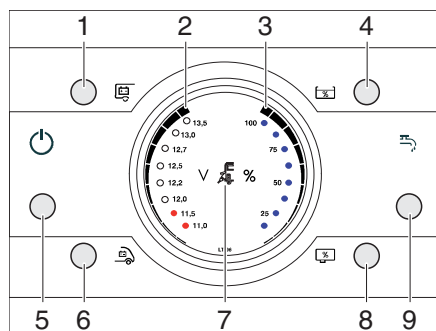

Fig. 227 Panneau de contrôle LT 96
Le voyant de contrôle 230 V (Fig. 227,7) s'allume si l'arrivée du bloc électrique est sous tension de réseau.
L'interrupteur principal 12 V (Fig. 227,1) établit ou coupe le panneau de contrôle et l'alimentation 12 V de la cellule.
*Mise en service :* ■ Appuyer brièvement sur la touche de l'interrupteur principal 12 V (Fig. 227,1). L'alimentation 12 V de la cellule est assurée. La DEL de contrôle s'allume.
*Mise hors service :* ■ Appuyer brièvement sur la touche de l'interrupteur principal 12 V (Fig. 227,1). L'alimentation 12 V de la cellule est coupée. La DEL de contrôle s'éteint.
Avec les touches de la batterie de cellule (Fig. 227,1) et de la batterie de démarrage (Fig. 227,6), on affiche l'état de charge des batteries.
- Appuyer sur la touche de la batterie de cellule (Fig. 227,1).
La charge de la batterie est affichée (Fig. 227,2).
- Appuyer sur la touche de la batterie de démarrage (Fig. 227,6).
Avec les touches de niveau de remplissage du réservoir d'eau (Fig. 227,4) et de niveau de remplissage du réservoir d'eaux usées (Fig. 227,8), on peut afficher la quantité d'eau et la quantité d'eaux usées.
- Appuyer sur la touche de niveau de remplissage du réservoir d'eau (Fig. 227,4). Le niveau de remplissage du réservoir d'eau est affiché (Fig. 227,3).
- Appuyer sur la touche de niveau de remplissage du réservoir d'eaux usées (Fig. 227,8). Le niveau de remplissage du réservoir d'eaux usées est affiché (Fig. 227,3).
Avec la touche de pompe à eau MARCHE / ARRET (Fig. 227,9), on peut activer et désactiver la pompe à eau. La mise en service proprement dite de la pompe à eau se fait à l'ouverture d'un robinet d'eau lorsque la pompe à eau est activée. Si la pompe à eau est désactivée, la pompe à eau reste désactivée même lorsqu'on ouvre un robinet d'eau.
- Appuyer brièvement sur la touche de pompe à eau MARCHE / ARRET (Fig. 227,9). La pompe à eau est activée. La DEL s'allume.
- Appuyer brièvement sur la touche de pompe à eau MARCHE / ARRET (Fig. 227,9). La pompe à eau est désactivée. La DEL s'éteint.
La DEL "11,0 V" clignote dans l'affichage (Fig. 227,2) dès que la tension de la batterie descend en dessous de 11 V (mesurée en marche) et qu'il y a risque de décharge profonde de la batterie.